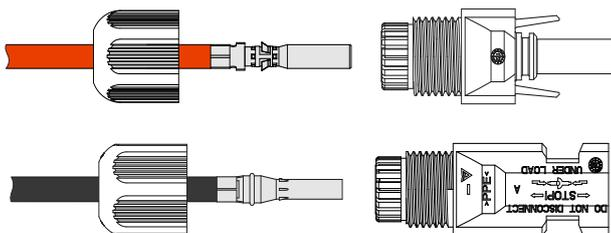

Figura 3-32 Fissare il terminale in metallo
- Fase 4 Inserire i fili positivo e negativo rispettivamente nella corrispondente base di isolamento. Quando si sente un clic, significa che il filo è stato inserito correttamente, come illustrato in Figura 3-32.